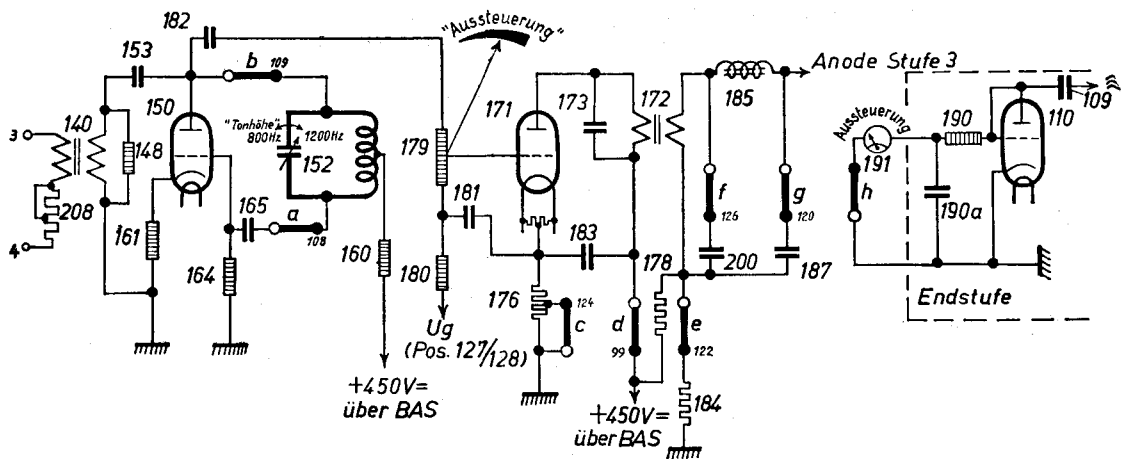

Abb. 2 "tönend"
- Abb. 2: Tastkreis bei „strahlungsfrei“
- Abb. 2: Strahlungsfrei
- Abb. 2: „Tönend“